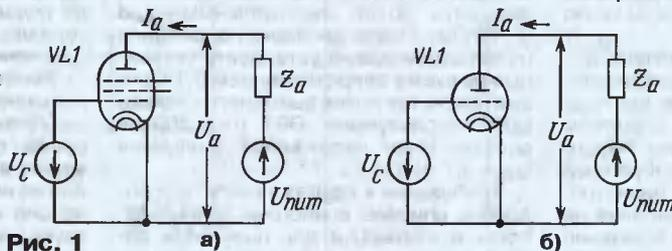

Рис. 1
На рис. 1, а показан фрагмент упрощенной схемы сигнала цепи обычного пентода как пример использования любой многоэлектродной лампы с экранирующей сеткой, а на рис. 1, б — то же для обычного триода.
Из приведенных выше формул видно, что равенство (1) становится идентичным с равенством (3), когда слагаемое dU_a/μ в формуле (4) стремится к нулю. Наличие этого слагаемого можно рассматривать как результат удаления экранирующих и защитных сеток из лампы в схеме на рис. 1, а.